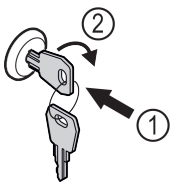

Fig. 138
- ▶ Вдавити ключ. Fig. 138 (1)
- ▶ Повернути ключ на 90° за годинниковою стрілкою. Fig. 138 (2)